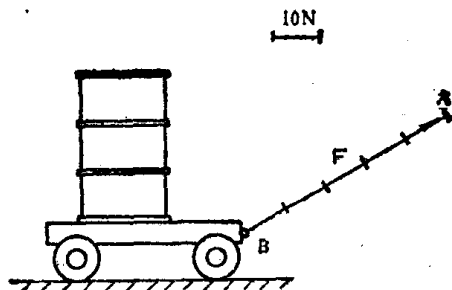

图1—2 力的表示
2. 力的表示 力对物体的作用效应不但取决于它的大小，还取决于它的方向。这种既有大小，又有方向的量称为矢量（或向量），用带有箭头的有向线段表示。用带箭头的有向线段表示力的作用时，这条矢量线称为力的作用线。当力作用线每单位长度代表的力的大小已知时，力作用线的长度即代表了这个力的大小，其箭头表示了力的方向。通常，力的作用线应按实际方向画在物体的受力点上。图1—2是人（未画出）拉小车时的力的表示情况，AB线段即力的作用线，表示拉力 $\overline{F}$ 的大小（50N）和方向（向右上方）。本篇中，字母上加横线表示矢量。